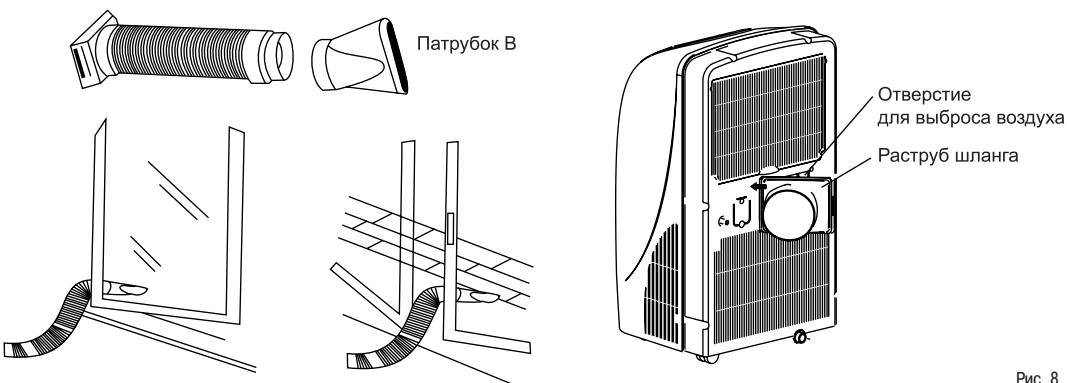

Рис. 8
1.1 Присоедините один конец шланга к отверстию для выброса воздуха и закрепите сначала левую, а затем правую сторону раструба. Нажмите на раструб и убедитесь, что шланг закреплен надежно (рис.8).